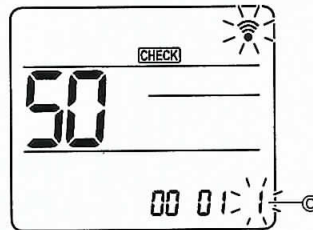

Fig. 6-19
- ④ Wybieranie numeru ustawienia
Przycisk [↓] służy do zmieniania numeru ustawienia ⑥. (Fig. 6-19)